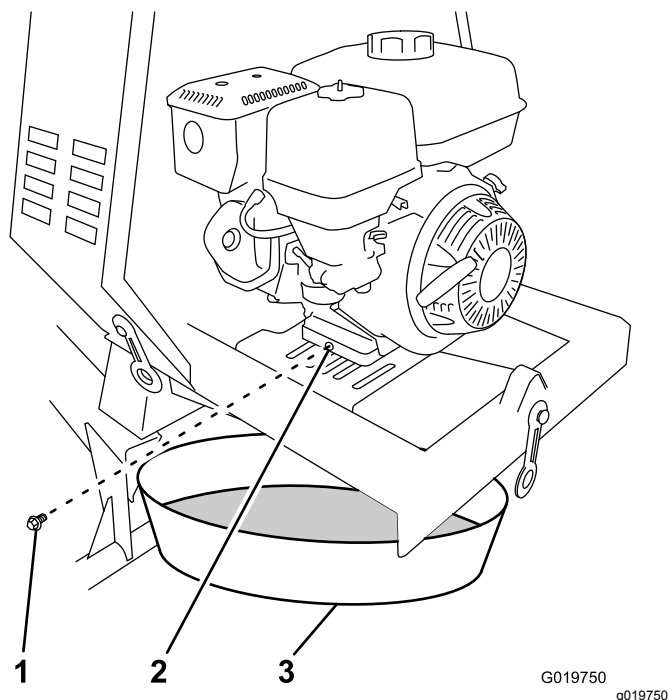

Figura 53
- Coloque un recipiente debajo del orificio de vaciado de aceite del motor (**Figura 53**).
- Retire el tapón de vaciado y recoja el aceite en el recipiente (**Figura 53**).
- Cuando se haya drenado completamente el aceite, coloque el tapón de vaciado con una arandela nueva (**Figura 53**).